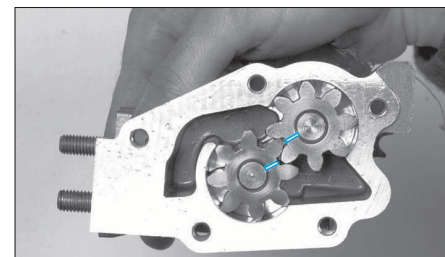

FIG. 46
- si la pompe a été démontée, veiller à remonter ses pignons, rainure côté couvercle (Fig.46).